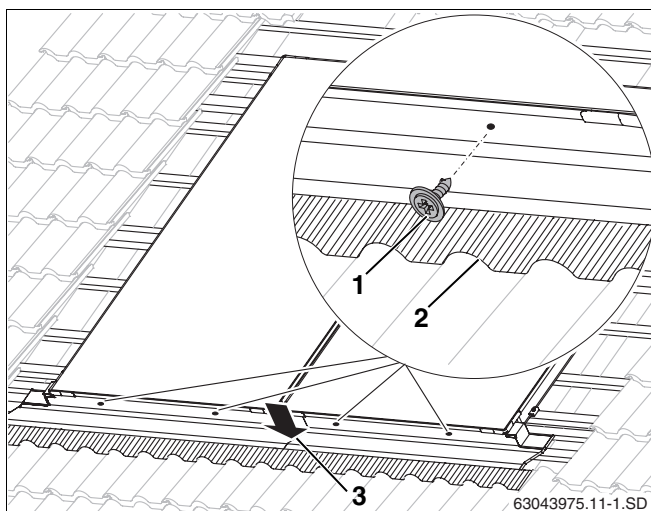

Fig. 48 Fixação das chapas inferiores
- ▶ Fixar as chapas nas granulações com parafusos (12 mm de comprimento, fig. 48, **item 1**) e anilhas de vedação.
- ▶ Comprimir chapa de cobertura superior sobre a que está em baixo (fig. 48, **item 3**).
- ▶ Ajustar os aventais de chumbo na zona dianteira ao contorno das telhas (fig. 48, **item 2**).